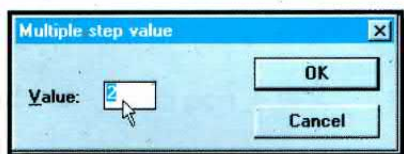

Fig.72 Digitate il numero dei passi multipli.
- Nella finestra di dialogo che appare (vedi fig.72) andate nella casella **Value** e sostituite il numero 2 con il 5, poi andate su **OK** e cliccate.